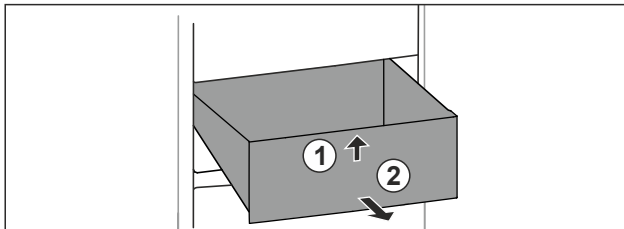

Fig. 86
- Nosta vetolaatikon etuosaa ylös. Fig. 86 (1)
- Poista vetolaatikko vetämällä eteenpäin. Fig. 86 (2)